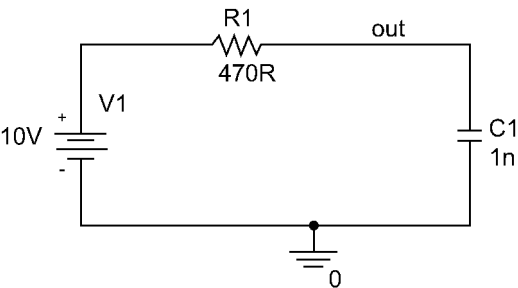

图 12.3 上升时间测量
1. 创建名称为 Risetime 的仿真项目，然后按照图 12.3 所示绘制 RC 电路图，并且如图 12.3 所示对网络节点 out 进行命名。